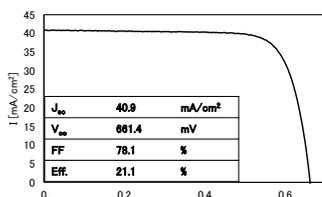

Fig. 5 Best cell efficiency.
- ✓ 裏面からの光取り込み効率を良くする事で、現在、最大変換効率21.1%を得た。(Fig. 5)